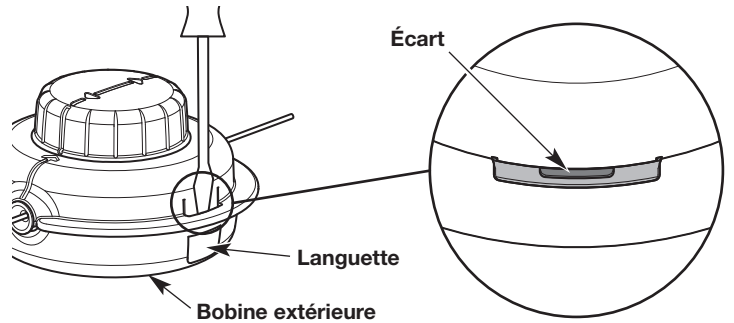

Fig. 23
- a. Du pouce, appuyez fermement sur un onglet de la tête de coupe avec (Fig. 23). N'appuyez **PAS** sur l'onglet avec un tournevis ou tout autre objet.
- b. Maintenez la pression sur l'onglet. Insérez un tournevis à tête plate dans l'écart entre la bobine extérieure et l'onglet (Fig. 23).